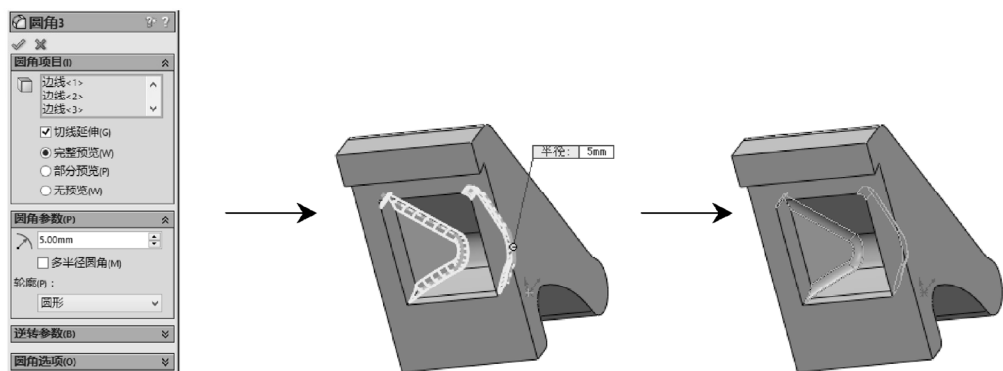

图 2-155 绘制圆角操作
STEP 4 单击“特征”工具栏中的“圆角”按钮，设置圆角半径为 5mm，选择毛坯件内侧两侧的图线，创建圆角，如图 2-155 所示。